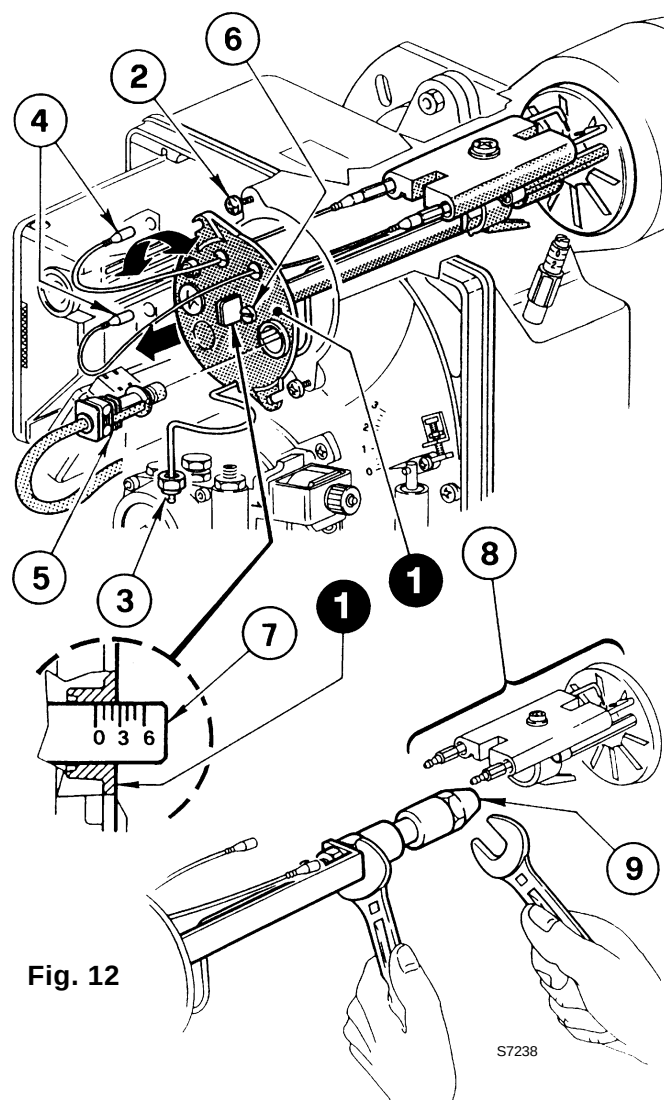

Fig. 12
- Enlever la ligne porte gicleur (1) après avoir desserré les vis (2), dévissé l'écrou (3), débranché les câbles (4) de la boîte de contrôle et la cellule photorésistance (5), (voir fig. 12).
- Visser correctement le gicleur (9) en le serrant comme indiqué en figure 12.
4.3 REGLAGE TETE DE COMBUSTION (voir fig. 12, page 6)
- Changer le gicleur, (voir fig. 12, page 6) et contrôler si les électrodes sont placées correctement (fig. 13, page 7).